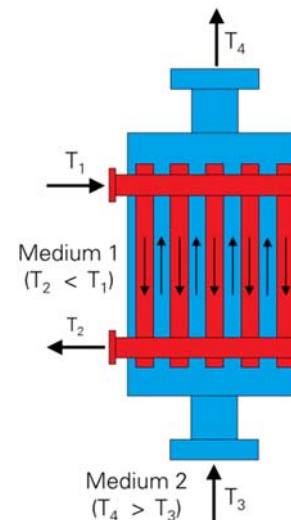

Abbildung 2: Prinzipskizze eines Shell & Plate-Wärmeübertragers
- Spezialwärmeübertrager in Shell & Plate-Bauform (Abbildung 2): Länge ca. 1.000 mm, Durchmesser ca. 700 mm